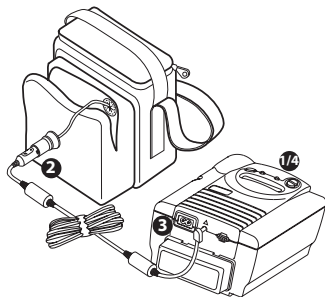

図5：DC接続コードの接続
2. DC接続コードのアダプタ端のプラグをバッテリーパックのソケットに差し込みます。図5参照。